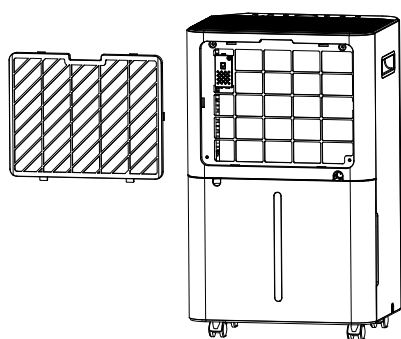

Fig. 1
1. Retire el filtro soltándolo de su asiento (Fig. 1).